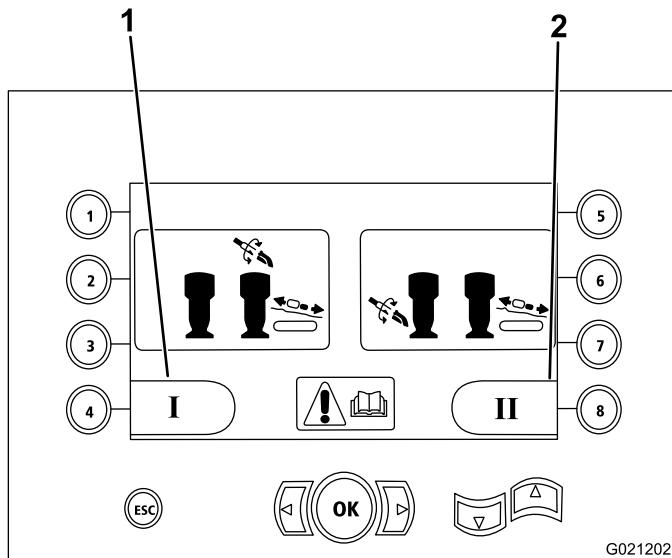

Рисунок 13
- Режим I – передает функции бурения на правый джойстик, в то время как левый джойстик управляет загрузчиком труб и функциями захватов (Рисунок 13)
Нажмите кнопку 4 для выбора этой функции (Рисунок 13).
- Режим II – эта функция распределяет функции бурения, захвата и загрузки труб между левым и правым джойстиками (Рисунок 13)
Нажмите кнопку 8 для выбора этой функции (Рисунок 13).